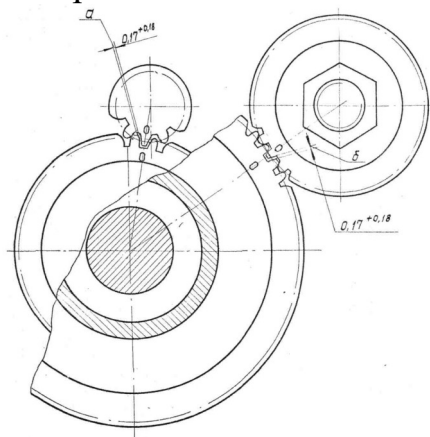

Рис. 9.2 Регулировка размеров «а» и «б» зацепление зубчатых передач редуктора и силовых валов.
1. Исследовать боковые зазоры “а” и “б” в зацеплениях шестерен редуктора и силовых кулачковых валов (см.рис. 9.2), [22].